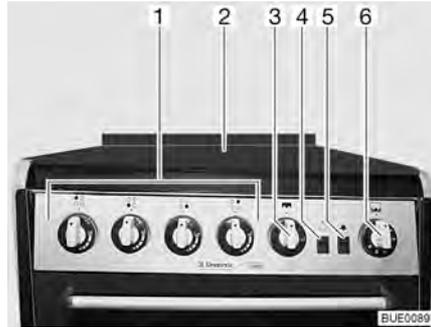

Fig. 151 Fornello a gas con forno e grill
- Aprire la copertura del fornello a gas (Fig. 151,2).
- Ruotare il pomello girevole (Fig. 151,1) dell'apparecchio a fiamma libera desiderato in posizione accesa (fiamma alta) e premere.
- Premere il pulsante per l'accensione (Fig. 151,5) finché la fiamma non brucia.
- ▷ Con l'interruttore (Fig. 151,4) si accende e si spegne la luce nel forno.
- Premere leggermente il pomello girevole (Fig. 151,3) e ruotare in posizione accesa (fiamma alta).
- Premere leggermente il pomello girevole (Fig. 151,6) e impostarlo su una posizione di accensione tra 1 e 6.